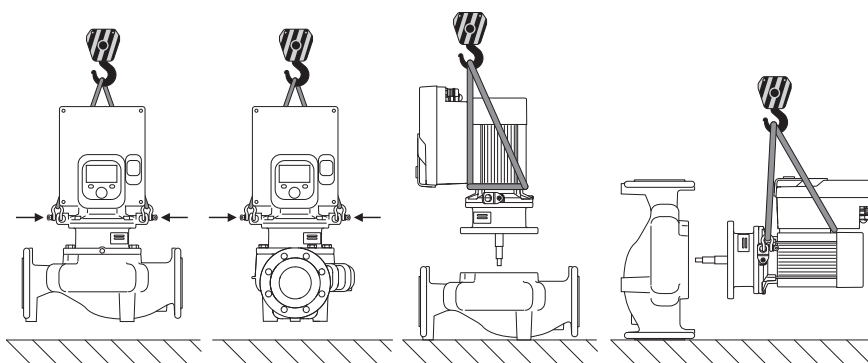

Fig. 6: Direzione di sollevamento
Il trasporto della pompa deve essere eseguito mediante mezzi di sollevamento e movimentazione di carichi omologati (puleggia, gru ecc.). I mezzi di sollevamento e movimentazione di carichi devono essere fissati sugli occhioni di trasporto previsti sulla flangia motore. Se necessario, far scorrere gli anelli di sollevamento sotto la piastra di adattamento (Fig. 6).
1. Non rimuovere i due occhioni di trasporto (Fig. I, pos. 30) sulla flangia motore.
2. Per sicurezza, fissare il set di innesto (Fig. 4) agli occhioni di trasporto servendosi di mezzi di sollevamento adeguati. Per evitare che l'unità si ribalti, prevedere una cintura attorno al motore e all'adattatore del modulo elettronico, come illustrato nella Fig. 6. Evitare di danneggiare il modulo elettronico durante il fissaggio.
3. Allentare e rimuovere le viti (Fig. I/II/III, pos. 29).